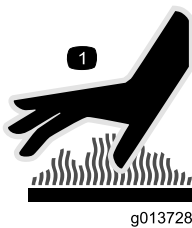

Figura 3
- Non toccate mai un motore o una marmitta caldi (Figura 3).